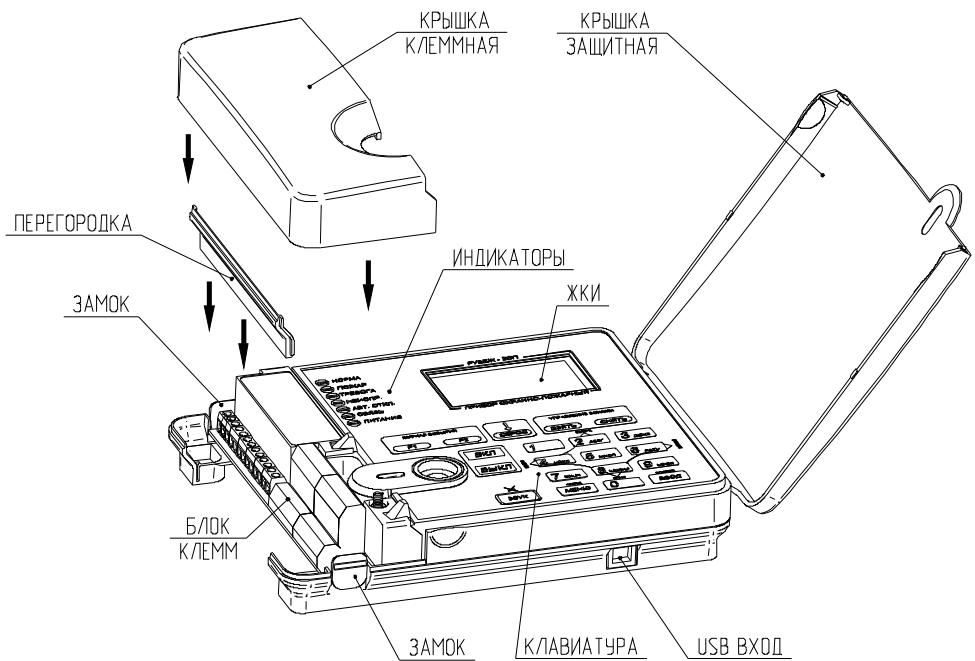

Рисунок 10
- обеспечить доступ к клеммникам прибора, для чего необходимо (см. рисунок 10):